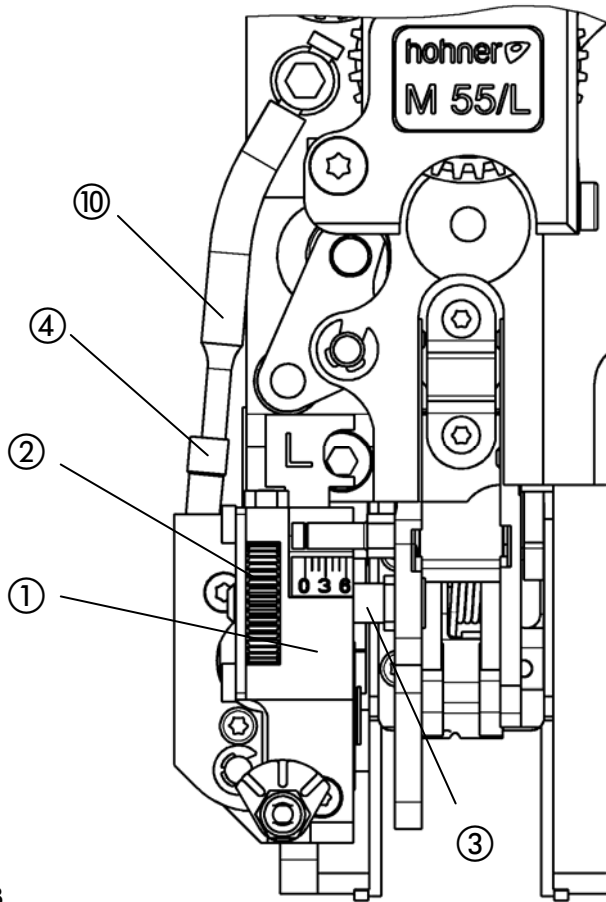

Abb. 23
- Abb. 23-
- Zum Austausch der Messer Messerkasten ① durch Drehen des Rändelrads ② ganz aus der Führung ③ herausfahren und von Heftkopf abnehmen.
- Messerschieber ⑤ wieder in den Messerkasten ① einbauen (Pfeil B). Dabei Druckfeder des Messerschiebers mit einem Schraubendreher zusammendrücken und in den Messerkasten einschieben. Beachten, dass Druckfeder nicht umgebogen wird.
- Messerkasten ① auf die Führung ③ aufsetzen.
- Drahtzuführung ⑩ in Bohrung ④ am Messerkasten stecken.